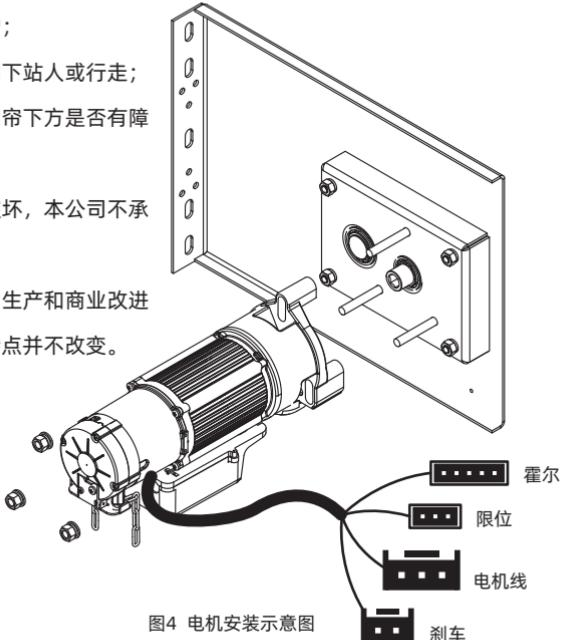

图4 电机安装示意图
- 1) 门体安装完成后, 将电机如图4所示装到支架板上, 并锁紧螺丝。